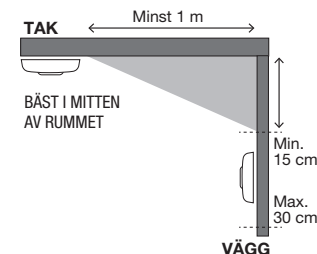

FIGUR 1. Enplans bostad
**Enplans bostad:** För att få ett minimiskydd, placera larmet i entréhallen mellan boendeytorna (inklusive köket) och sovutrymmena. Placera den så nära boendeytorna som möjligt och se till att larmet kan höras vid vistelse i sovrummen. Se figur 1 för exempel.